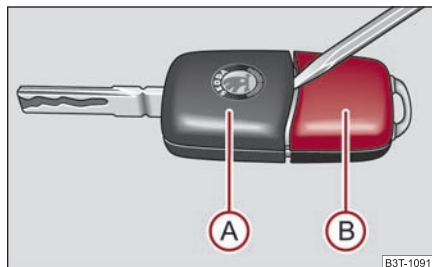

Fig. 37 Séparer la clé de la télécommande radio
Chaque clé à radiocommande possède une pile placée dans le couvercle **B** du boîtier de l'émetteur ⇒ fig. 37. Nous vous recommandons de ne ►
- Prenez un tournevis fin et débloquez prudemment la partie **A** ⇒ page 44, fig. 37 de la clé du boîtier de l'émetteur **B**.